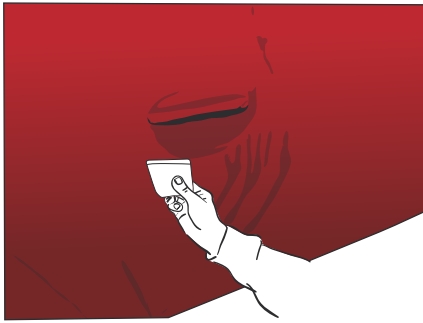

Figure 21
- › Tendre le film sur le passage des poignées et vérifier avec la raclette que vous faites le tour des poignées. (FIG. 21)